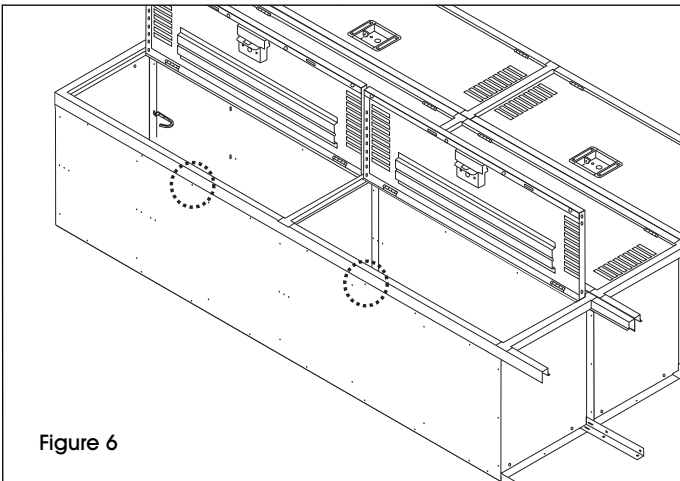

Figure 6
1. Si vous montez une unité de trois éléments de large à côté d'une autre unité, installez temporairement un boulon et un écrou dans le troisième et le sixième trous vers le bas à partir du haut du ou des cadres extérieurs qui se joindront au(x) cadre(s) de casier adjacent(s). (Voir Figure 6) Le cadre du casier du centre peut être complètement boulonné.